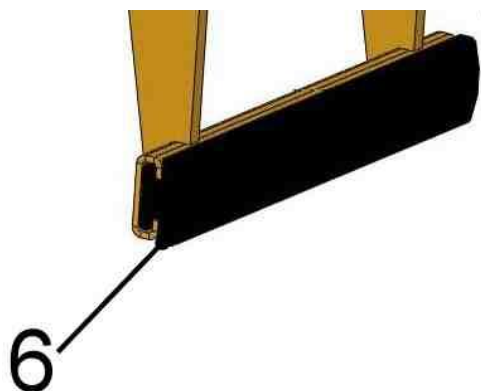
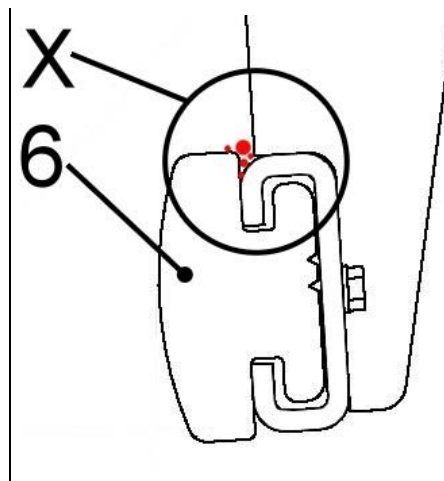

Fig. 1
Fig. 2
Regelmæssig kontrol for **snavs** (f.eks. små stenpartikler) i det øvre område (se punkterne i billedudsnittet „X“ på fig. 2) gummikæberne (6) → se fig. 1 / fig. 2.
**Problem:** Snavs kan beskadige gummikæberne (6) under gribningen i dette område (idet stenpartiklerne presses ind i gummi).
**Udbedring:** Fjern snavs i dette område på gummikæberne (6). Ved voldsom tilsmudsning afmonteres gummikæberne og rengøres.